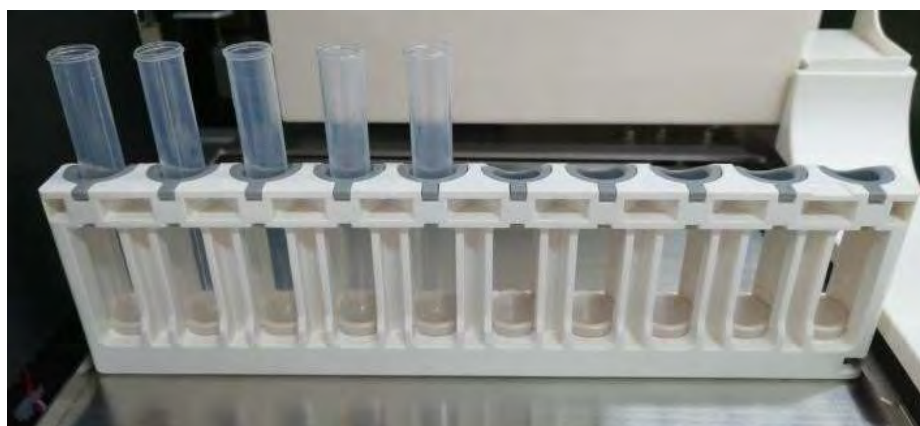

Figura 7.3: Dispensação Múltipla – Posicionamento dos tubos
2. Insira o tubo de plástico no suporte/rack e leve-o até a plataforma de amostragem localizada ao lado direito do analisador. Inicie a inserção dos tubos pela primeira à esquerda, em sequência, conforme **Figura 7-3**.